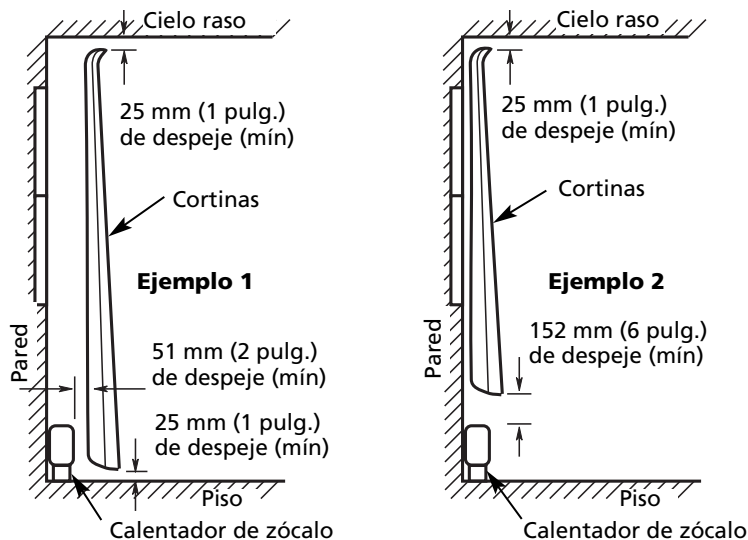

Figura 2 – Colocación de las Cortinas Cerca del Calentador
**⚠ PRECAUCION** Algunas telas se descoloran con el paso del tiempo por la simple exposición a la luz solar indirecta y a las temperaturas ambiente normales; especialmente los materiales orgánicos y sintéticos. Estas tienden a descolorarse más rápidamente cuando están expuestas a la luz solar directa y a corrientes tibias. Cuelgue las cortinas en forma que deje un espacio de aire mínimo de 51 mm (2 pulg.) entre el frente del calentador y el pliego más cercano de la cortina, como se muestra en la página 2 en el ejemplo 1, Figura 2, o un espacio de aire de 152 mm (6 pulg.) entre la parte superior del calentador y la parte inferior de las cortinas como se muestra en el ejemplo 2 en la Figura 2. Deje un espacio libre mínimo de 25 mm (1 pulg.) desde las cortinas hasta el cielo raso y hasta la cubierta superior del piso para permitir la circulación del aire.